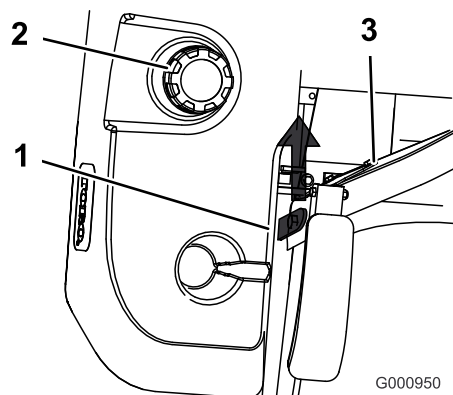

Figura 14
3. Levante o banco (Figura 14).